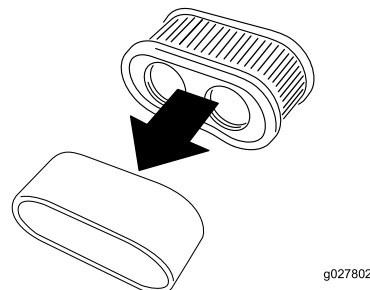

Figura 45
5. Separate gli elementi in schiuma sintetica e di carta (Figura 45).